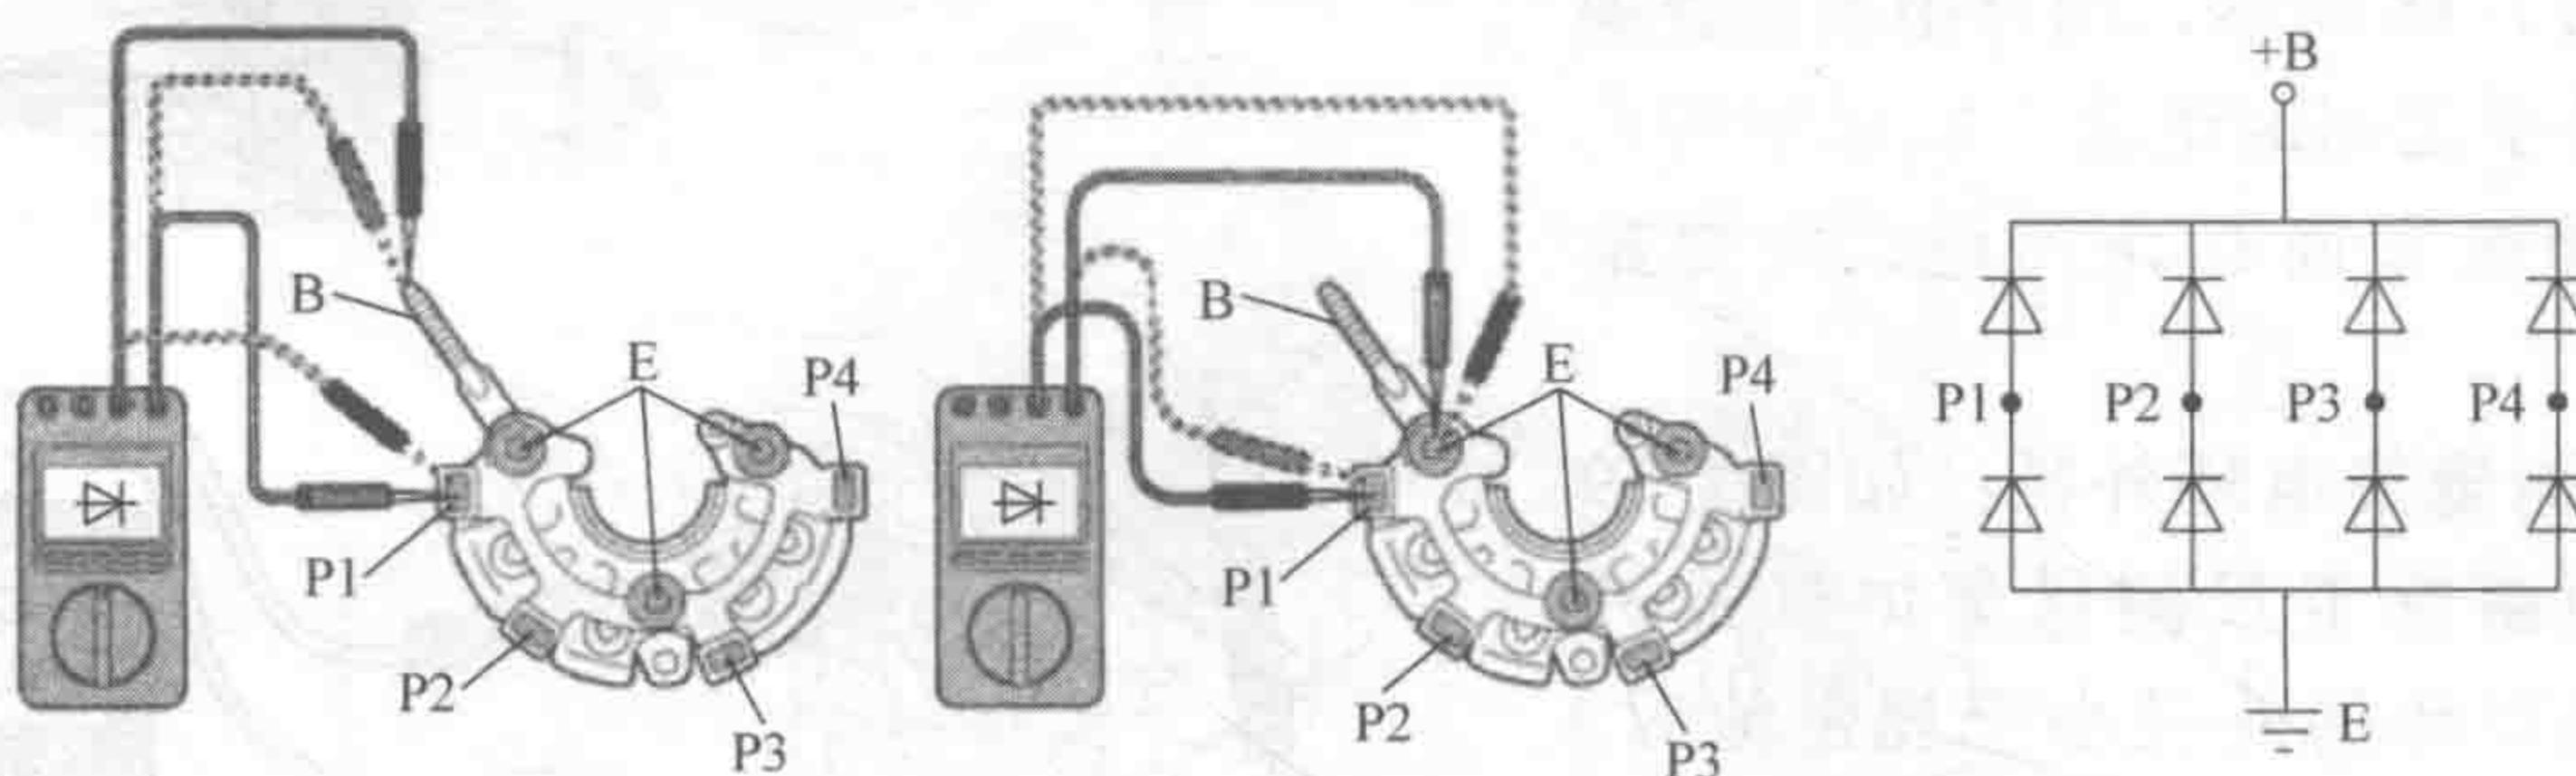

图 1-22 检查整流器
(6) 检查整流器 (图 1-22) 检查整流器的二极管：使用万用表的二极管测试模式，依次在整流器的端子 +B 和端子 P1 ~ P4 之间测量，交换测试导线时，检查是否只能单向导通。改变端子 +B 至端子 E 的连接方式，测量过程同上。